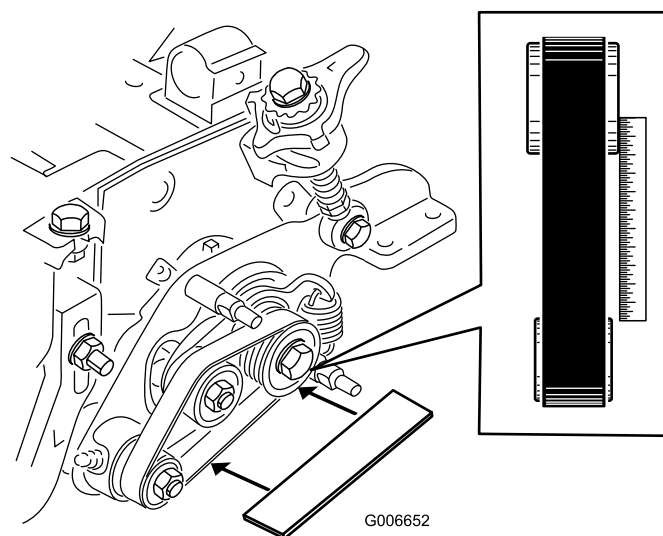

図 12
- **駆動** プーリの外側面に直定規を当てる [図 12]。